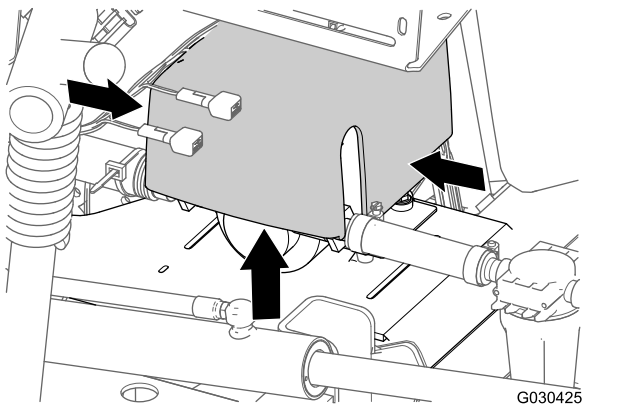

图7
1. 在机器的背面同时按下冲洗泵盖的两边向上提起泵盖直至泵盖的凸耳完全脱离鞍形板中的插槽然后将泵盖从机器中取出图7。